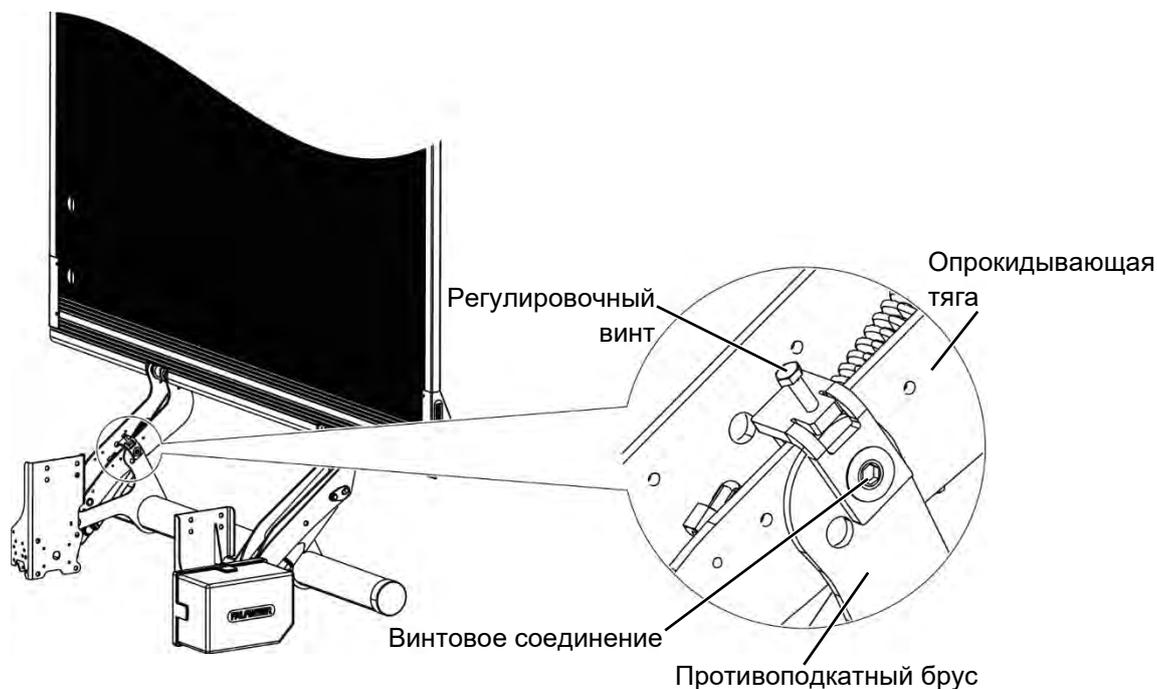

Рисунок 48: Опрокидывающая тяга, PTC 750
- ▶ Позиционируйте платформу при помощи регулировочного винта на опрокидывающей тяге параллельно концевому упору (см. Рисунок 48).